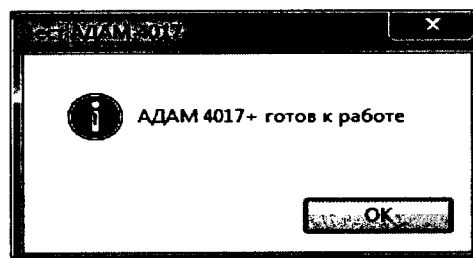

Рисунок 22 - Информационное сообщение при положительном результате самоконтроля
4.6.10 Для запуска самоконтроля аппаратуры (адаптера) необходимо нажать кнопку «Тест АДАМ 4017+» (Рисунок 21). После выполнения самоконтроля на экране появится сообщение, определяющее состояние аппаратуры контроля - «АДАМ 4017+ готов к работе» (Рисунок 22), после чего нажать кнопку «ОК».